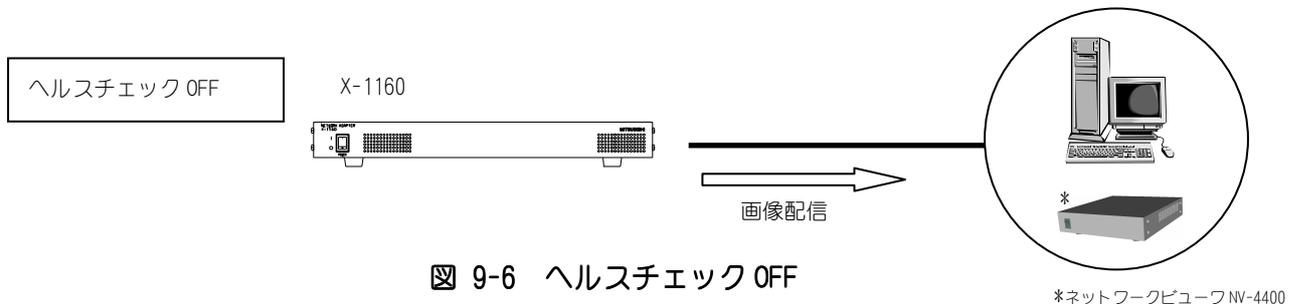

図 9-6 ヘルスチェック OFF
- (1) 図 9-6に示す様に、本装置の電源が入ると、映像配信を開始します。
- (2) あらかじめマルチキャストアドレスと画像ポートが設定されている必要があります。